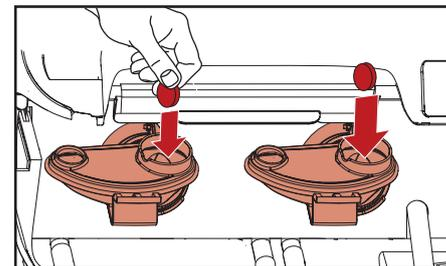

Fig. 5.6 - Insira tabletes Rinza
4. Insira uma tablete de limpeza Rinza em ambas as taças misturadoras (fig. 5.6).
- h. Insira uma tablete de limpeza Rinza em ambas as taças misturadoras (fig. 5.6).